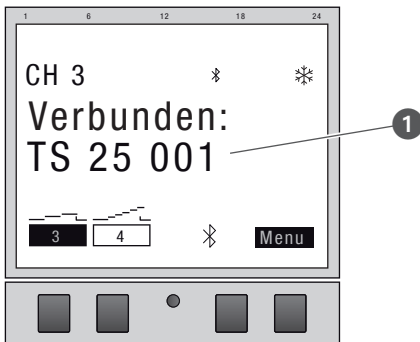

Abb. 24: Kanalerweiterung ist mit Verteilerschaltuhr verbunden
9. Die Kanalerweiterung zeigt bei aktiver Verbindung den Namen des verbundenen Geräts an (Abb. 24/①).